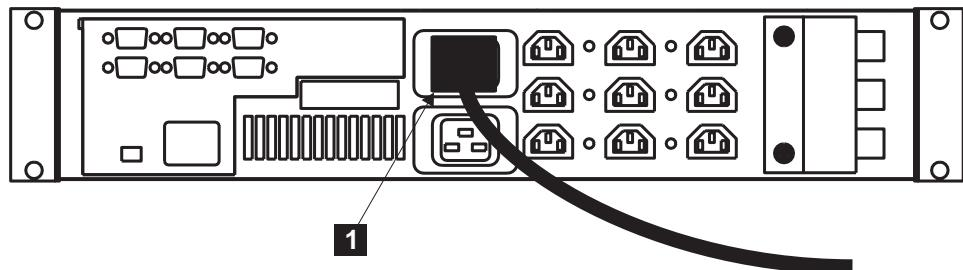

图 25. 安装不间断电源的电源线
- 在不间断电源的背面，将不间断电源主电源线插入电源插座 **1**（请参阅图 25）。